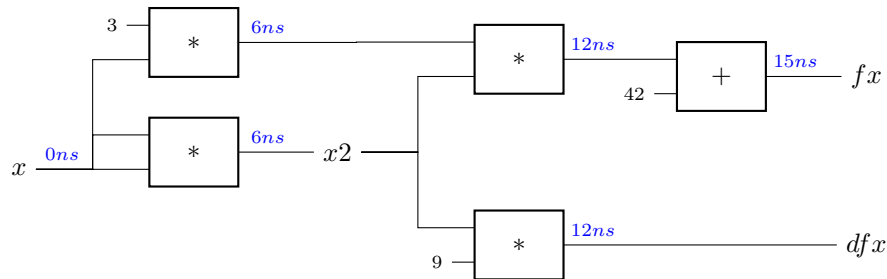

Abbildung 1: Datenpfad des Moduls aus Aufgabe 2.2.1.
- Siehe Abbildung 1. Hinweis: Es wird hier nur das gegebene Modul betrachtet. Für die finale Bestimmung der Taktperiode müsste auch die Verzögerungen für den Aufruf von putX sowie die Verwendung der Ergebnisse von f und df betrachtet werden. Außerdem wurden keine Multiplexer für die Wires benutzt, da die WILL_FIRE-Bedingungen aller Rules True ist.